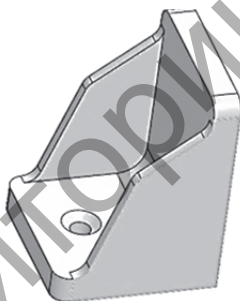

Рисунок 12.8
7. В целях ознакомления смоделируем отверстие в основании. Для этого вызовите команду «Отверстие под крепёж», на появившейся панели свойств выберите отверстие с фаской и задайте параметры (рис. 12.8).